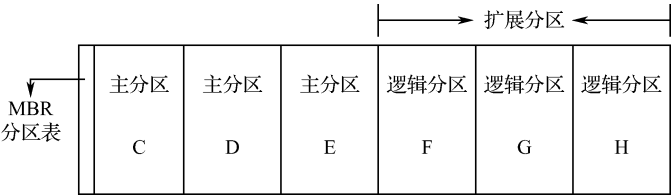

图 6-4 MBR 分区方案
(1) MBR (Master Boot Record, 主分区引导记录), 如图 6-4 所示, 为一种 MBR 分区方案。其中, MBR 保存在一个硬盘的最初始位置, 即 0 柱面、0 磁头、1 扇区中, 是计算机最先访问到的扇区。